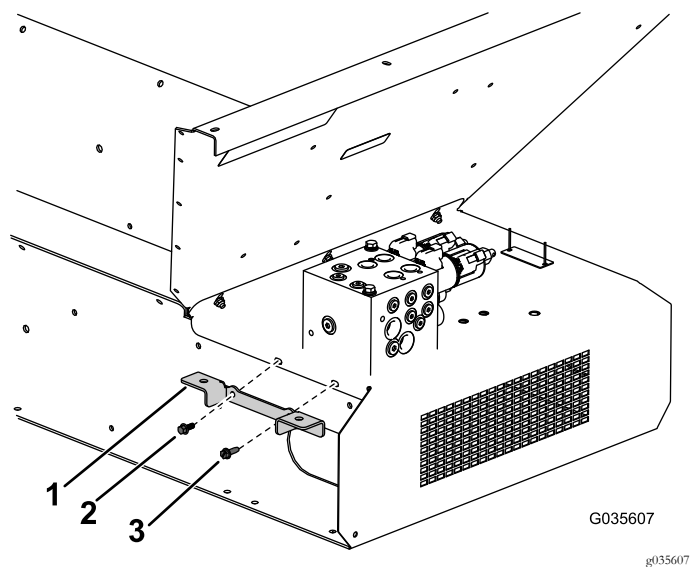

Рисунок 10
9. Установите монтажный кронштейн на брызговик; правильную ориентацию крепежных деталей см. на Рисунок 10.